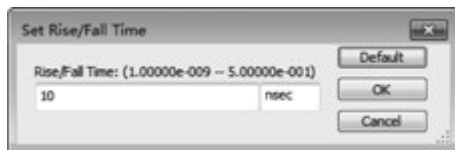

图 1.1.8 信号上升/下降时间设置对话框
(3) 设置上升/下降时间(Set Rise/Fall Time): 仅用于选择方波时,设置产生信号的上升和下降时间。单击后弹出如图 1.1.8 所示对话框。可在左边直接输入数字,单位可选 nsec、 $\mu\text{sec}$ 、msec。默认值(Default)为 10nsec。